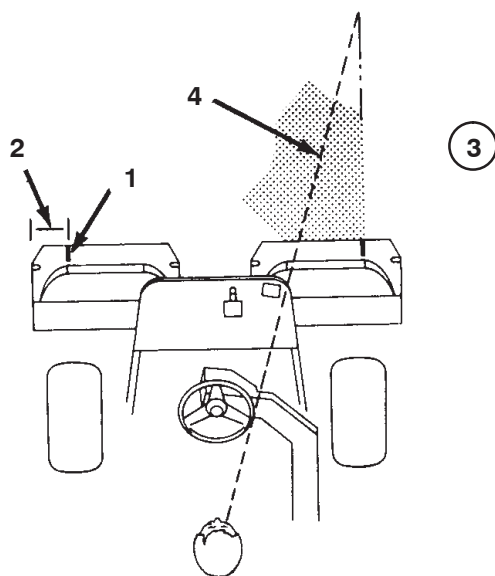

Figure 24
2. Placez une bande de papier blanc ou tracez un trait sur chaque bac parallèlement à son bord extérieur (Fig. 24).
3. Minimisez le chevauchement de la passe précédente lors de la passe de retour. Pour vous aider à conserver une ligne droite en travers du green et à maintenir la machine à égale distance du bord de la passe précédente, établissez une ligne de vision imaginaire à environ 1,8 à 3 m en avant de la machine jusqu'au bord de la partie non coupée du green (Fig. 24 et 25). Certains trouvent qu'il est utile de faire passer la ligne de vision par le bord extérieur du volant, c.-à-d. de maintenir le bord du volant aligné avec un point qui est toujours éloigné de la même distance par rapport à l'avant de la machine (Fig. 24 et 25).